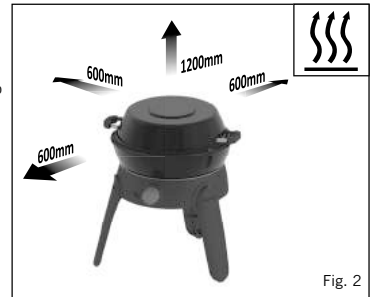

Fig. 2
- Dieses Gerät muss von brennbaren Stoffen während des Gebrauchs ferngehalten werden. Mindestsicherheitsabstände sind: Über dem Gerät: 1,2 m Rückseite und Seiten: 600 mm. (Siehe Abb. 2)